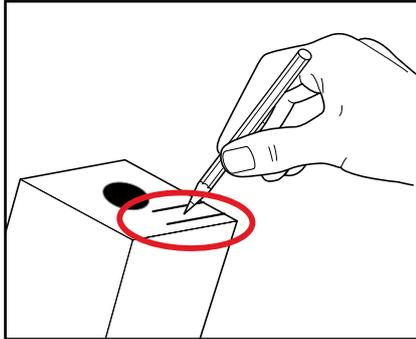

図4
6. 製品パックに記載されている指示に従ってください。少なくとも、消費期限を製品パックに記入してください。(図4)